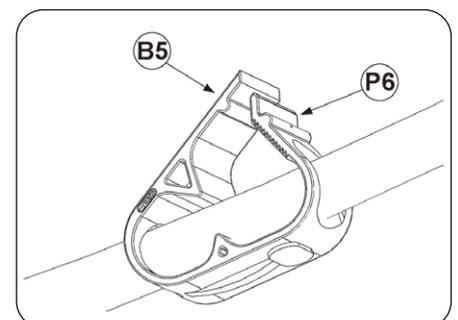

図 11
18) ホース締付用クランプ (図 11 の P6) を開いて、ポンプの電源を入れてください。この際、ポンプの適合流量は必ず守ってください。水が適正に循環し、水漏れなどがないことを確認ください。水漏れや異常がある場合は、接続部分を点検してください。
注意：本体からホースを外す際には、所定のクランプ（図 11 の B5）でホースを締め付けて、水槽の水がホースから出ないようにしてください。本体にホースを再び取り付け付けた時に所定のクランプ（図 11 の P6）を開いてください。